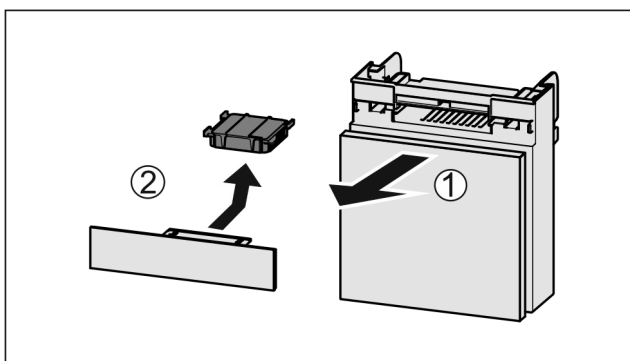

Fig. 168
- Pretinac izvucite Fig. 168 (1) prema naprijed.
- Izvadite filtara s aktivnim ugljenom Fig. 168 (2).